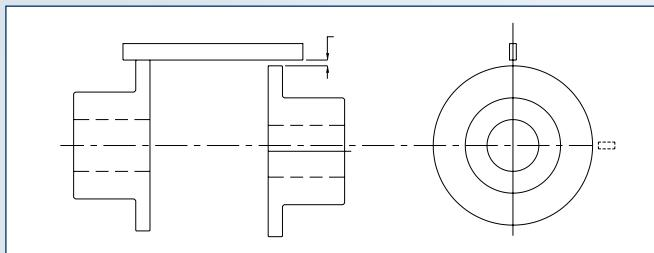
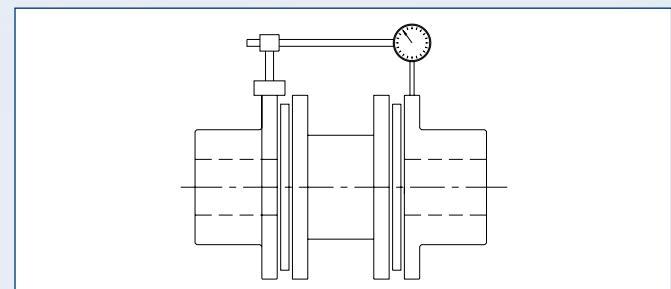

Abb. 6
Abb. 7
1. Die erste parallele Ausrichtung kann überprüft werden, indem man ein Lineal über den Nabensflansch (Abb. 6) verwendet, um den ungefähren Abstand ( $r$ ) – wie in Tabelle 6 dargestellt – zu messen. Eine präzisere Messmethode ist die Verwendung einer Messuhr, wobei die parallele Verschiebung an mindestens zwei Stellen, die 90° voneinander entfernt sind, bei rotierender Nabe gemessen wird. Dies ist in Abbildung 7 dargestellt.